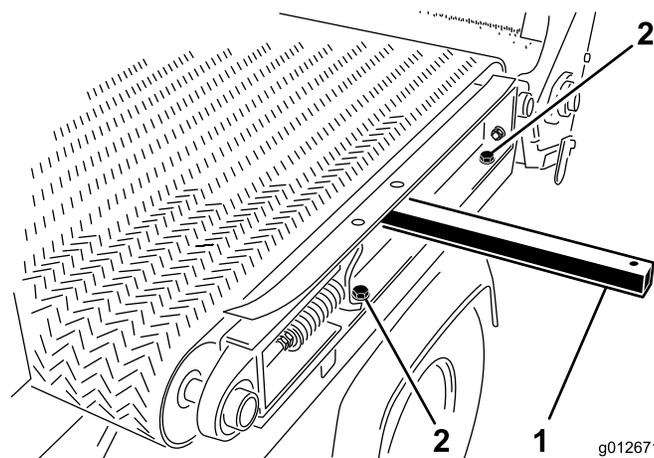

Рисунок 26
7. Снимите на левой стороне машины 2 винта с головкой, шайбы и гайки крепления подвижной плиты к раме (Рисунок 26).
- Вставьте подъемный рычаг в отверстие на левой стороне машины и поднимите подъемный рычаг, чтобы наклонить подвижную плиту (Рисунок 26).